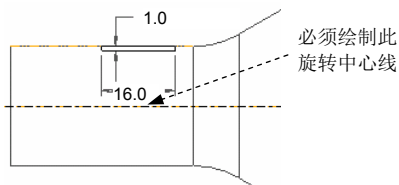

图 5.20.6 截面图形
Step2. 单击 **模型** 功能选项卡 **形状** 区域中的  按钮,创建槽特征,草图截面的尺寸如图 5.20.6 所示。